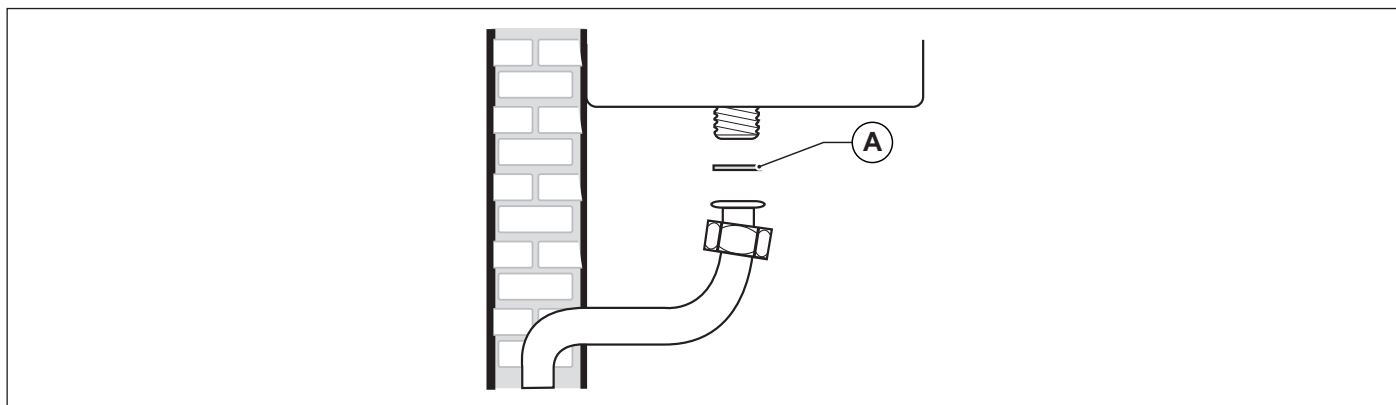

Рис. 15 Подключение к газовой сети
**ОБЯЗАТЕЛЬНО**, при подключении котла к линии подачи ГАЗА использовать накидную гайку (А) с применением прокладки в стыковой полости (смотри Рис. 15 Подключение к газовой сети).